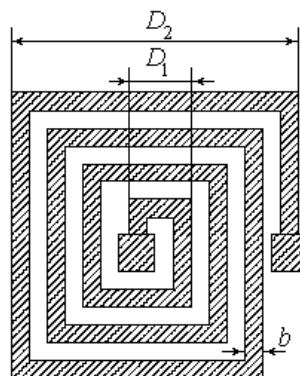

Рисунок 34 – Пленочная спиральная катушка индуктивности с витками прямоугольной формы
21. Рассчитать индуктивность и добротность пленочной катушки индуктивности (рис. 34) на рабочую частоту $f = 50$ МГц с внутренним и внешним диаметрами $D_1 = 0,6$ мм и $D_2 = 3$ мм, соответственно. Катушка имеет $N = 3$ витка, витки выполнены из меди с удельным сопротивлением $\rho = 1,75 \cdot 10^{-6}$ Ом·см, ширина витков $b = 0,3$ мм, а их толщина $\delta = 10$ мкм.